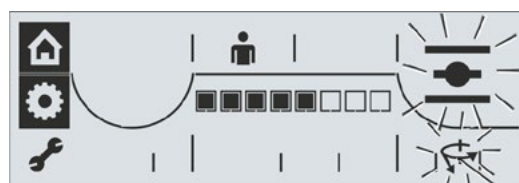

Fig. 3: Frakoblingsmoment yderstillingen ÅBN
Frakoblingsmomentet i yderstillingen ÅBN parametres tilsvarende. Vælg symbolet for frakoblingsmomentet yderstilling ÅBN (fig. 3, pos. 1) og fortsæt, som beskrevet fra betjeningsstrin 3.